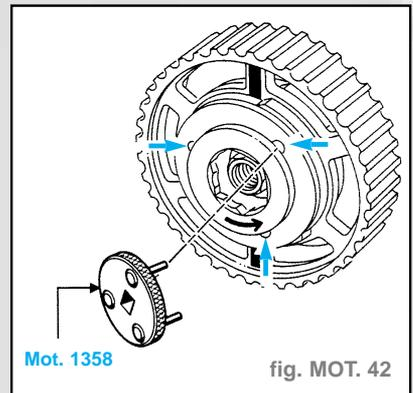

fig. MOT. 42
- Engager l'outil Mot. 1358 dans les trois ouvertures de la bride (B) (fig. MOT. 42).